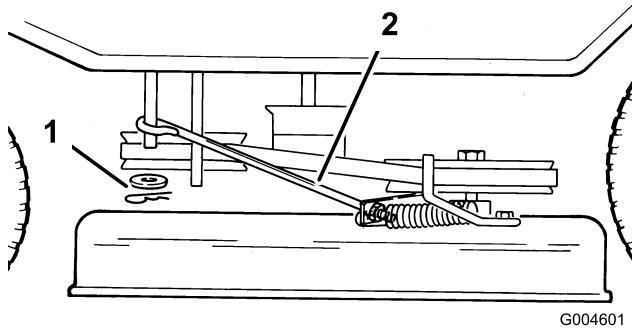

Figure 40
11. Enlevez la goupille fendue et la rondelle du bras de commande des lames, du côté gauche de la machine (Figure 40).
- Montez et fixez la tige de commande des lames sur le bras de commande à l'aide de la rondelle et de la goupille fendue (Figure 40).